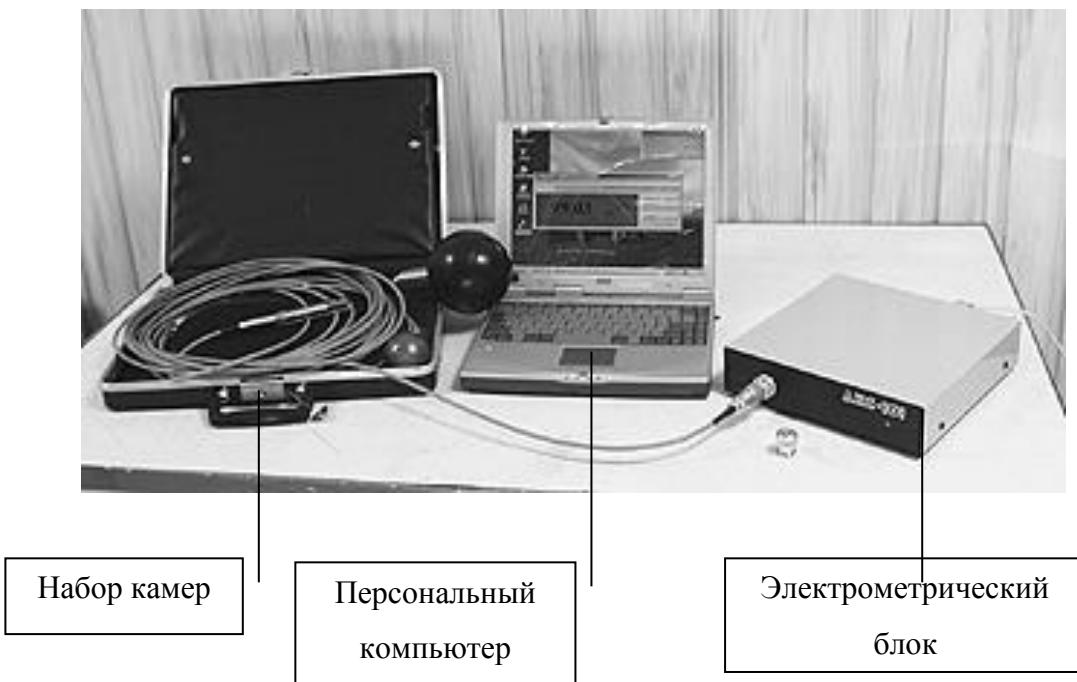

Рис. 3.2. Внешний вид универсального дозиметра.
3.20. Внешний вид универсального дозиметра показан на рис. 3.2.